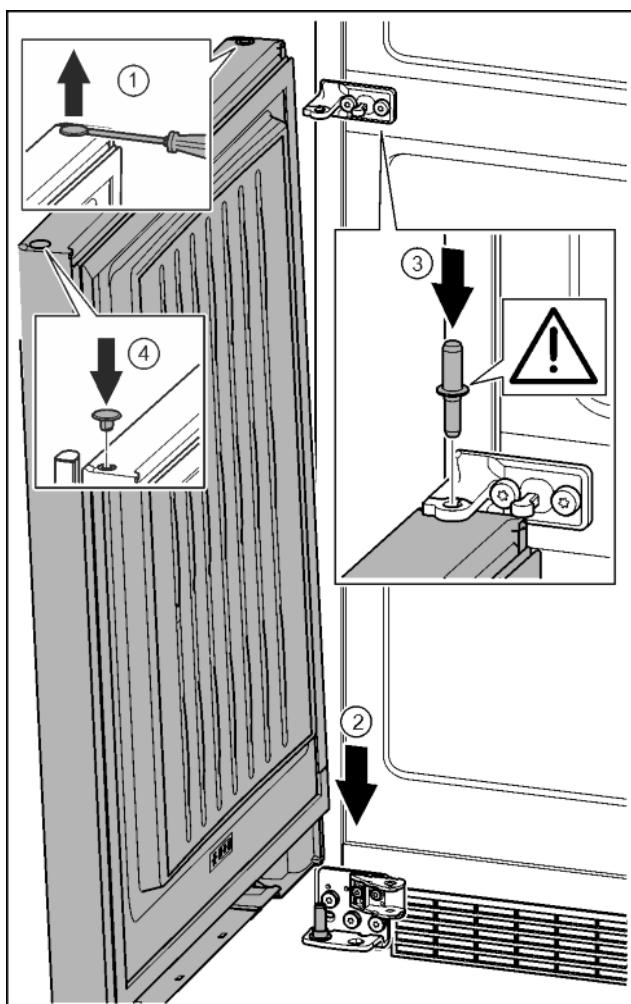

Fig. 40
- ▶ С плоска отвертка внимателно повдигнете тапата и я извадете. Fig. 40 (1)
- ▶ Поставете вратата отгоре върху долния лагерен болт. Fig. 40 (2)
- ▶ Поставете лагерния болт среда през лагерната стойка среда в долната врата. При това обрнете внимание на това, фиксиращата гърбица да сочи назад. Fig. 40 (3)
- ▶ Отново поставете тапата от другата страна на вратата. Fig. 40 (4)